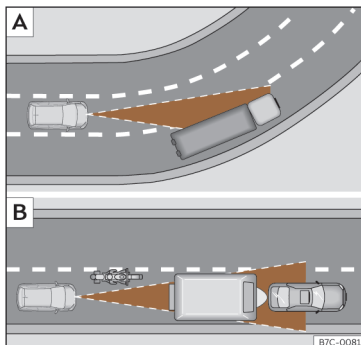

Fig. 112 A) Veículo numa curva. B) Motociclo que circula à frente, fora do raio de alcance do sensor de radar.
O ACC poderia não detetar em curva o veículo precedente ou poderia regular a distância com veículos que se encontram noutras faixas >>> **Fig. 112 A**.
- Veículos que circulem desalinhados ou fora da zona de deteção do sensor, por exemplo, motociclos >>> **Fig. 112 B**.